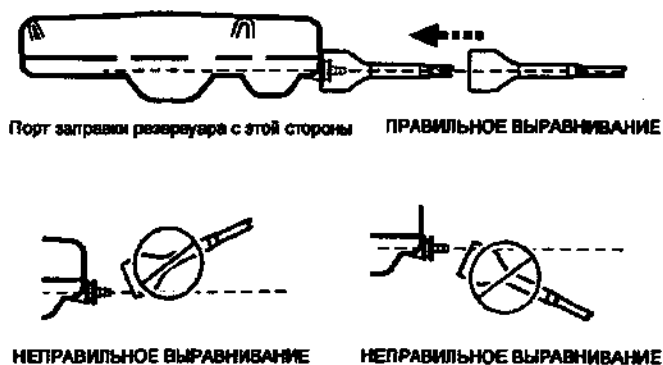

Рис. 12. Подсоединения беспроводного коннектора помпы к помпе IsoMed (вид сбоку).
2. В месте «кармана» помпы расположите порт катетера на одной линии с отверстием бесшовного коннектора помпы (см. Рис. 8 и 9 для помпы SynchroMed II, Рис. 10 и 11 для помпы SynchroMed EL и Рис. 12 и 13 для помпы IsoMed).
3. Подсоедините бесшовный коннектор помпы с помощью одного из методов, описанных ниже (см. Рис. 8 и 9 для помпы SynchroMed II, Рис. 10 и 11 для помпы SynchroMed EL и Рис. 12 и 13 для помпы IsoMed):